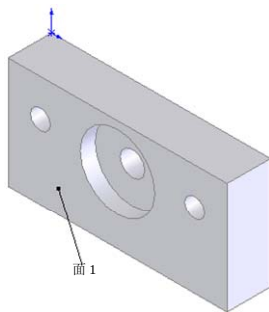

图 10-25 拉伸切除后的图形
- 2) 在[深度]  一栏中输入值 6，然后单击  按钮，结果如图 10-25 所示。
- ① 单击图 10-25 中的表面 1，然后单击[视图(前导)]工具栏的[视图定向]中的[正视图]按钮，将该表面作为绘制图形的基准面。